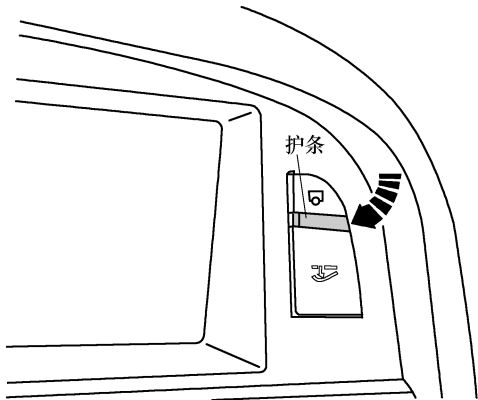

图 9-2-7 推动杂物箱解锁机构按键上的护条
(15) 沿图 9-2-7 箭头方向，推动杂物箱解锁机构按键上的护条。抓住护条，并从开关上拔出。